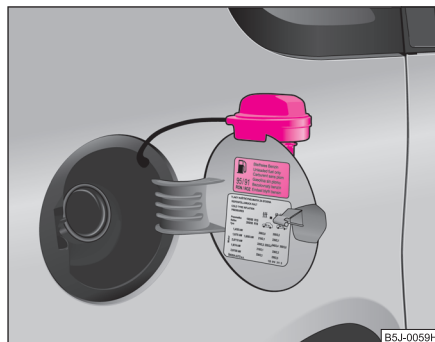

Fig. 152 Tapa del depósito con el tapón desenroscado
Hay diferentes clases de gasolina. Lea el cuaderno "Datos Técnicos" para saber qué tipo de gasolina necesita su vehículo. Puede encontrar la misma información también en su vehículo, en el lado interior de la tapa del depósito de combustible ⇒ página 219, fig. 152.
- Desenroscar hacia la izquierda el tapón de cierre del depósito y colocarlo por arriba en la tapa del depósito ⇒ fig. 152.